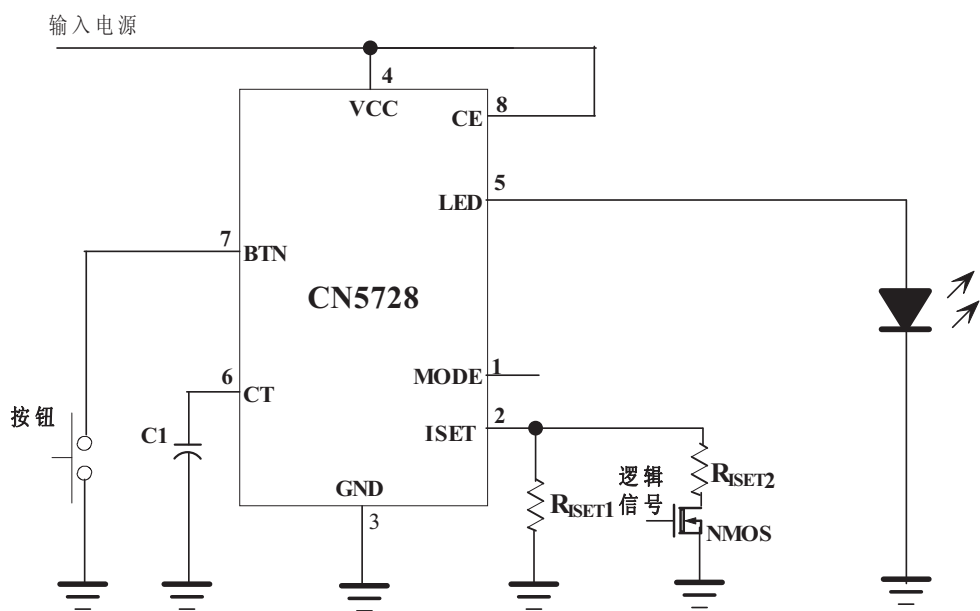

图6 用逻辑信号调整亮度
2. 用逻辑信号调整发光二极管的亮度，如图6所示
如果只需要分几档来调整发光二极管的电流，可以用逻辑信号来实现，图6示出了分两个档次来调整发光二极管的电流的电路。R_{ISET1} 设置了流经LED管脚的最小电流，当N沟道场效应晶体管导通时，即逻辑信号为高电平时，R_{ISET2}同R_{ISET1}并联，LED电流增大。